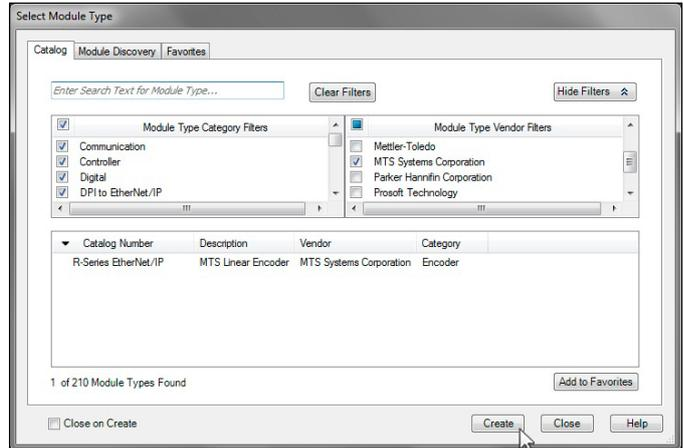

Abb. 95: Neuen Modulbaum erstellen
2. Das Fenster „Select Module Type“ öffnet sich. Wählen Sie im Reiter „Catalog“ den Eintrag „R-Series EtherNet/IP“ von dem Hersteller (Vendor) „MTS Systems Corporation“ (Vorgänger von Temposonics) aus und klicken Sie die Schaltfläche „Create“ (Abb. 95).